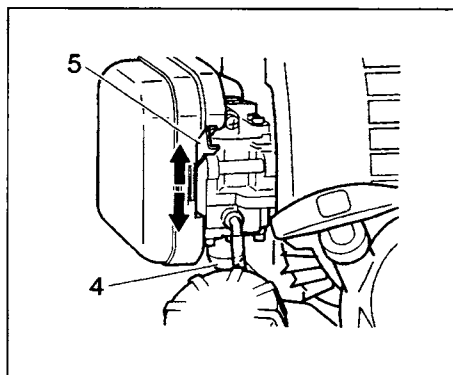

Fig. 2-3
1. Set ignition switch (1) to ON position.
- * Push priming bulb (4) several times so that fuel flows through the bulb or return pipe. (If so equipped) (Fig. 2-3)
2. With the safety trigger (2) pressed (if so equipped), pull throttle trigger and push throttle lock (3), then slowly release the throttle trigger first, then the safety trigger. This will lock the throttle in starting position.
3. Set choke lever to CLOSED position (5). (Fig. 2-3)
1. Placer l'interrupteur marche-arrêt (1) en position marche (ON).
- * Presser la poire d'amorçage (4) à plusieurs reprises pour que le carburant puisse s'écouler de la poire ou le tuyau de retour. (Si la machine en est munie.) (Fig. 2-3)
2. Tout en appuyant sur le blocage de gâchette d'accélérateur (2) (s'il en est muni), tirer sur la commande d'accélérateur et pousser le blocage d'accélérateur (3). Relâcher ensuite lentement la commande d'accélérateur en premier, puis le blocage de gâchette d'accélérateur. Ceci verrouillera le papillon de commande des gaz sur la position de démarrage.
3. Régler la manette d'étranglement sur la position CLOSED (5). (Fig. 2-3)
1. Spostare l'interruttore di accensione (1) su ON.
- * Premere ripetutamente il bulbo (4) della pompa di adescamento per far affluire la miscela al carburatore attraverso il bulbo o il tubo di ritorno (se la macchina ne è fornita). (Fig. 2-3)
2. Premendo sul salvavita (2) (se la macchina ne è fornita), tirare la leva dell'acceleratore e premere il pulsante di bloccaggio acceleratore (3), quindi rilasciare lentamente prima la leva dell'acceleratore e poi il salvavita. La leva dell'acceleratore rimane così bloccata in posizione di avviamento.
3. Chiudere l'aria portando la leva nella posizione CLOSED (5). (Fig. 2-3)
1. Den Zündschalter (1) auf ON stellen.
* Die Ansaugpumpe (4) mehrmals betätigen, damit Kraftstoff durch die Pumpe oder das Rücklaufrohr fließt. (falls vorhanden) (Fig. 2-3)
2. Bei gedrücktem Sicherheitshebel (2) (falls vorhanden) den Gashebel anziehen und dann die Drosselklappensperre (3) drücken. Danach langsam zuerst den Gashebel, dann den Sicherheitshebel loslassen. Dadurch wird die Drosselklappe in Startposition arretiert.
3. Den Choke in Schließstellung CLOSED schieben (5). (Fig. 2-3)
1. Fijar la llave de ignición (1) en la posición ON (encendida).
* Presione varias veces el bulbo de cebador (4), de manera que el combustible fluya a través del bulbo o de la tubería de retorno (Si lo tiene equipado). (Fig. 2-3)
2. Con la traba de seguridad (2) presionada (si esta provista), tirar de la palanca del acelerador y empujar el bloqueo del acelerador (3), luego liberar rápidamente el acelerador y la traba de seguridad. Así quedará bloqueado el acelerador en la posición de arranque.
3. Poner la palanca del estrangulador en la posición cerrada CLOSED (5). (Fig. 2-3)
1. Skjut tändomkopplaren (1) i ON-läge.
* Pumpa på handpumpens blåsa (4) tills bränslet strömmar in i blåsan eller returledningen (om sådana finns). (Fig. 2-3)
2. Med avtryckaren (2) nedtryckt (om sådan finns) skall du dra gasreglaget och trycka på gasregeringslåset (1). Släpp därefter först gasreglaget sakta och sedan avtryckaren (2). Detta gör att gasreglaget blir låst i startläget.
3. Skjut chokereglaget till stängt läge CLOSED (5). (Fig. 2-3)